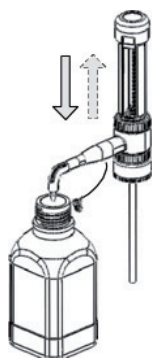

Figure 10
- Videz l'instrument (Figure 10).